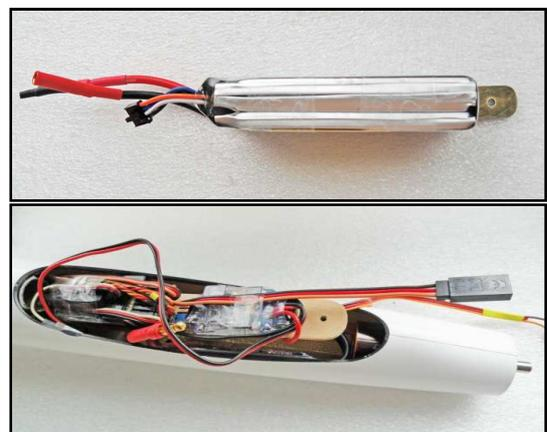

Рис.13 – Установленная электроника
6.3. Установите электронику, сделав планку для крепления из фанеры или стеклотекстолита, в фюзеляж как на Рис.13: